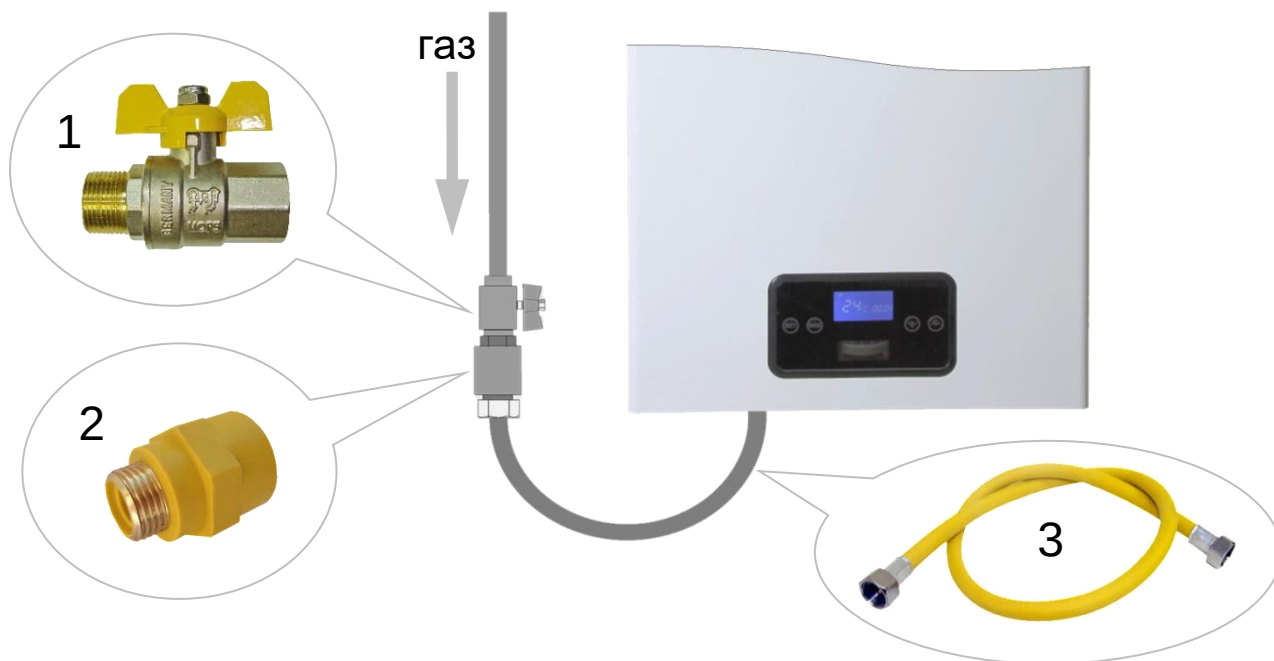

Рис. 19 Монтаж газовой линии
- При монтаже газовой линии на входе газа в котёл обязательно **должен быть** установлен запорный газовый кран, который **должен быть** свободно доступен (См. Рис. 19).
- При подключении токопроводящими трубами или шлангами **рекомендуется** установить диэлектрическую вставку (См. Рис. 19).
- После присоединения газовой подводки (См. Рис. 19) к котлу **необходимо в обязательном порядке** провести проверку герметичности мест соединений. Проверка производится газоанализатором (детектором утечки газа) или путем обмыливания мест соединений мыльным раствором. Появление пузырьков означает утечку газа. **Утечка газа не допускается.**